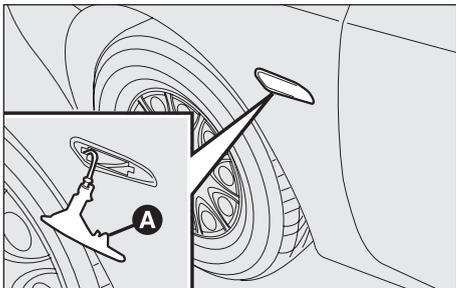
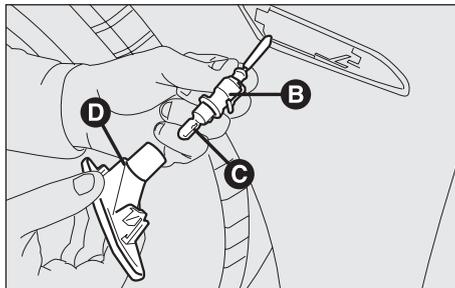

Abb. 38
Abb. 39
– Mit der Hand die transparente Abdeckung entgegen der Fahrtrichtung des Fahrzeuges verschieben, um die Befestigungsfeder (**A, Abb. 38**) zu komprimieren. Den vorderen Teil lösen und die Gruppe herausziehen.
– Entgegen dem Uhrzeigersinn die Lamphenalterung (**B, Abb. 39**) drehen und aus der Abdeckung (**D, Abb. 39**) herausnehmen.
– Die unter Druck eingesetzte Lampe (**C, Abb. 39**) herausnehmen und ersetzen.
– Die Lamphenalterung (**B, Abb. 39**) in die transparente Abdeckung (**D, Abb. 39**) einsetzen, dann die Gruppe unter hörbarem Einrasten (**A, Abb. 38**) wieder einsetzen.